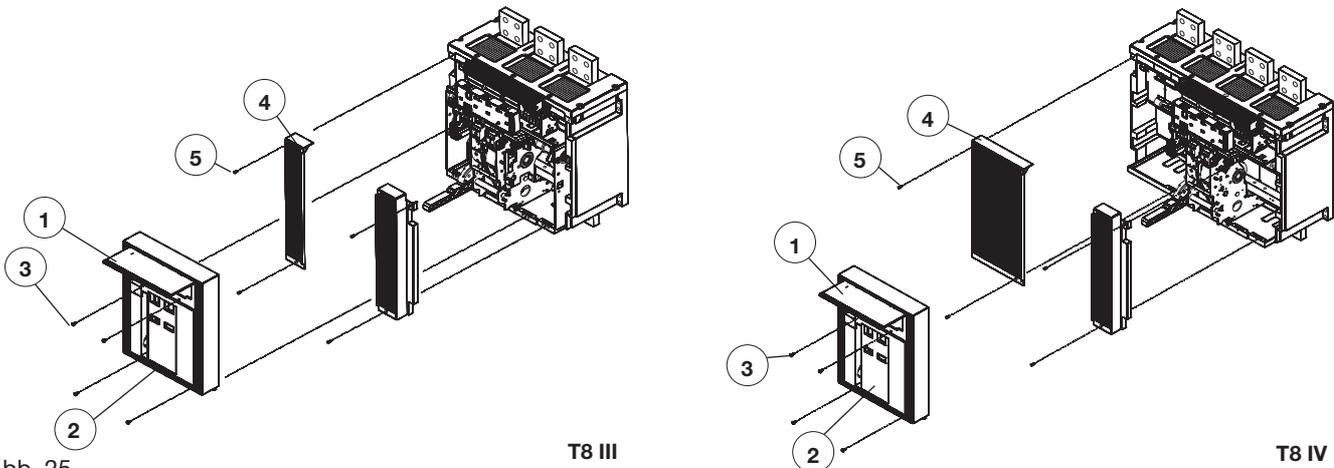

Abb. 25
- Den Abdeckrahmen (1) des Auslösers heben, wie in der Abbildung 25 gezeigt ist.
- Die frontale Bedienungsblende (2) durch Entfernen der 4 Schrauben (3) abnehmen.
- Beide seitlichen Schutzplatten (4) durch Abschrauben der frontalen Schrauben (5) entfernen.